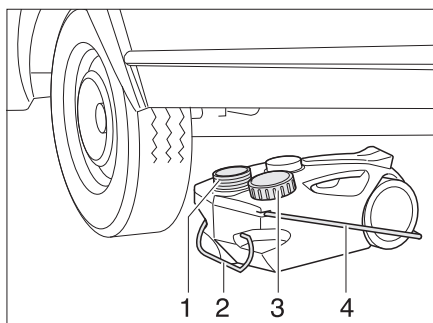

Bild 139 Avloppstank, mobil
- Stäng avloppstankens öppning (Bild 139,1) med locket (Bild 139,3).
- Dra ut avloppstanken i handtaget (Bild 139,2).
- Fäll upp bärhandtaget (Bild 139,4) ställ upp avloppstanken.